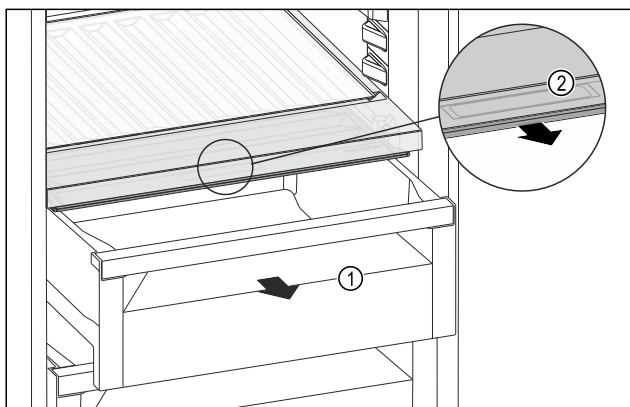

Fig. 214
- Dra ut utdragslådan Fig. 214 (1).
- Ta tag i fördjupningen Fig. 214 (2) på facklocket och dra samtidigt facklocket framåt.